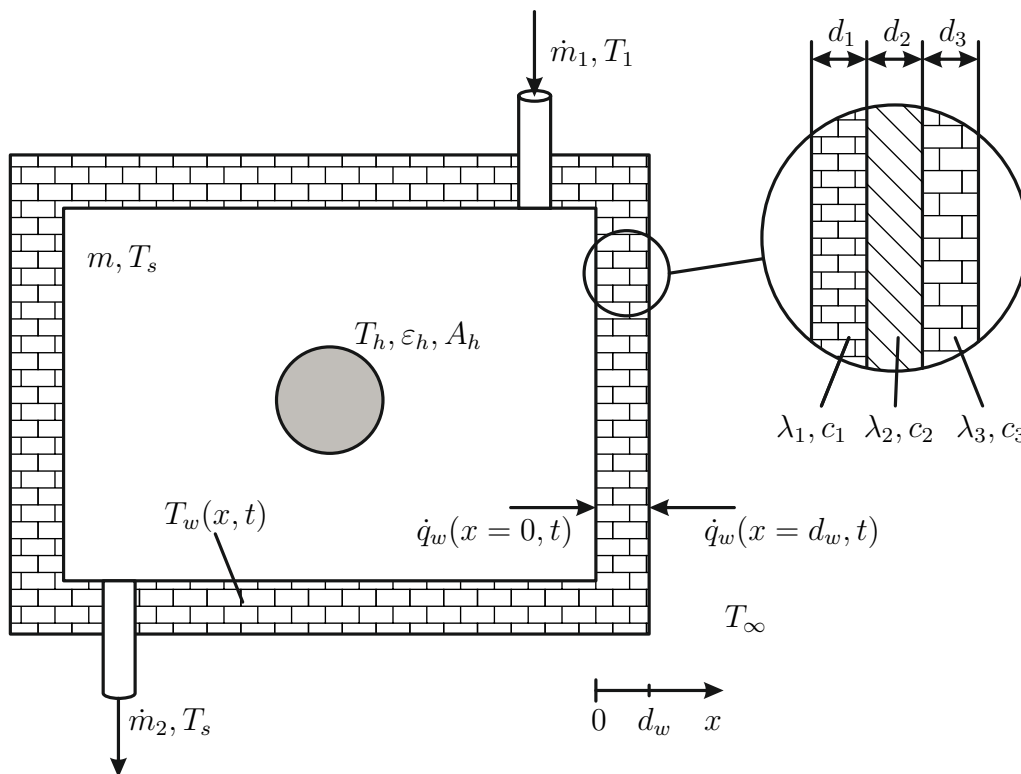

Abbildung 4: Schematik des Ofens.
4. Im folgenden Beispiel wird ein kleiner Ofen für die Härtung von Ton betrachtet, welcher aus einer dreischichtigen Wand sowie einem Heizelement besteht. In Abbildung 4 ist eine schematische Skizze des Problems dargestellt. Über eine Zuleitung kann kühler Stickstoff mit dem Massenstrom \dot{m}_1 sowie der Temperatur T_1 in den Ofen strömen. Über eine weitere Leitung strömt der Stickstoff mit dem Massenstrom \dot{m}_2 und der Temperatur T_s aus dem Ofen. In der Mitte des Ofens sitzt ein kreisförmiges Heizelement, das die Temperatur T_h , die Emissivität ε_h und die Oberfläche A_h besitzt. Das Heizelement interagiert mit dem Stickstoff in Form von erzwungener Konvektion α_e und mit der Wand in Form von Strahlung. Die unterschiedlichen Schichten der Wand sind durch die jeweilige Dicke d_i , die konstante Wärmeleitfähigkeit λ_i sowie die spezifische Wärmekapazität c_i , $i \in \{1, 2, 3\}$ definiert. Die Innenseite der Wand hat die Oberfläche A_w sowie die Emissivität ε_w . Zwischen der Wand und dem Stickstoff wird Wärme in Form von erzwungener Konvektion α_e ausgetauscht. An der Außenseite der Wand kommt es zu einer freien Konvektion α_f mit der Umgebungsluft, welche die Temperatur T_∞ hat.